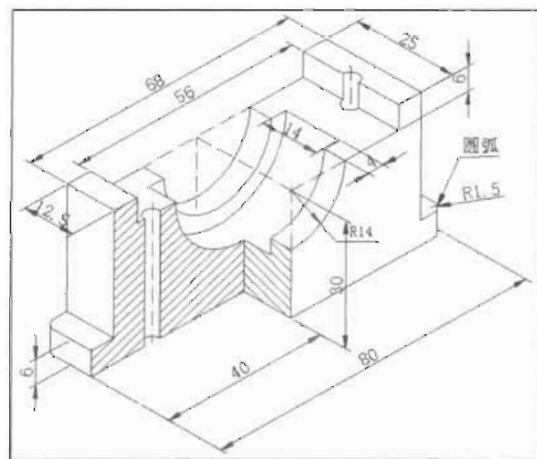

图 11-116
(11) 标注圆弧半径, 执行“标注>半径”菜单命令, 如图 11-116 所示, 命令执行过程如下:
//选择图 11-116 中的圆弧